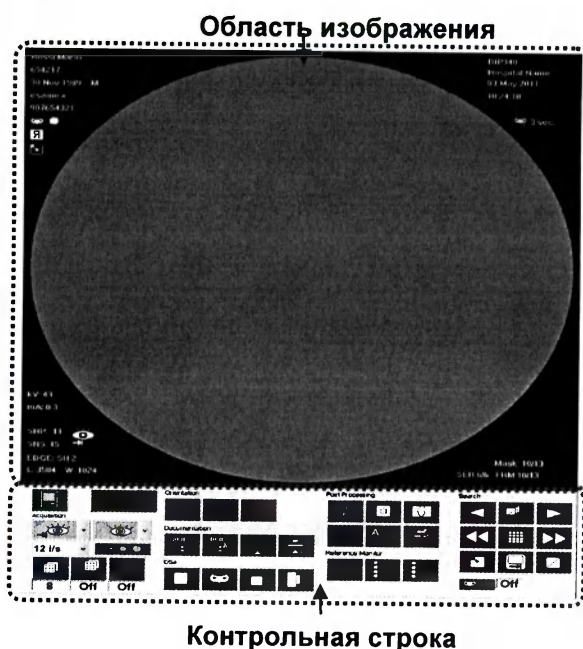

Рисунок 14
7.4.2.1 Рабочее окно монитора разделено на область отображения и контрольную строку (см. рисунок 14).